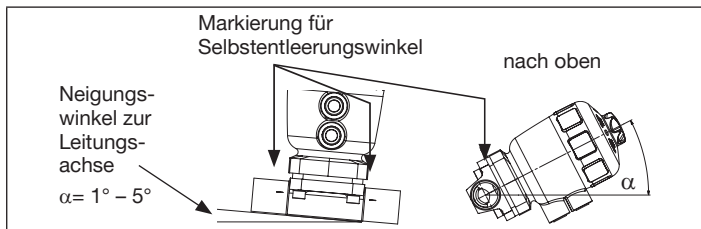

Bild 2: Einbaulage zur Selbstentleerung des Ventilgehäuses
- Ventilgehäuse um den Winkel $\alpha = 10^\circ$ bis 55° geneigt zur Horizontalen einbauen (siehe „Bild 2“).